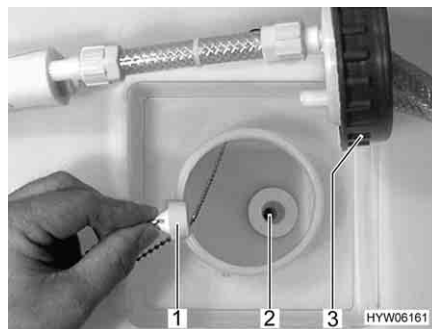

Fig. 197 Serbatoio dell'acqua
- Svitare il coperchio (Fig. 197,3) del serbatoio dell'acqua.
- Estrarre il tappo di chiusura (Fig. 197,1) dall'apertura di scarico (Fig. 197,2). L'acqua fuoriesce.